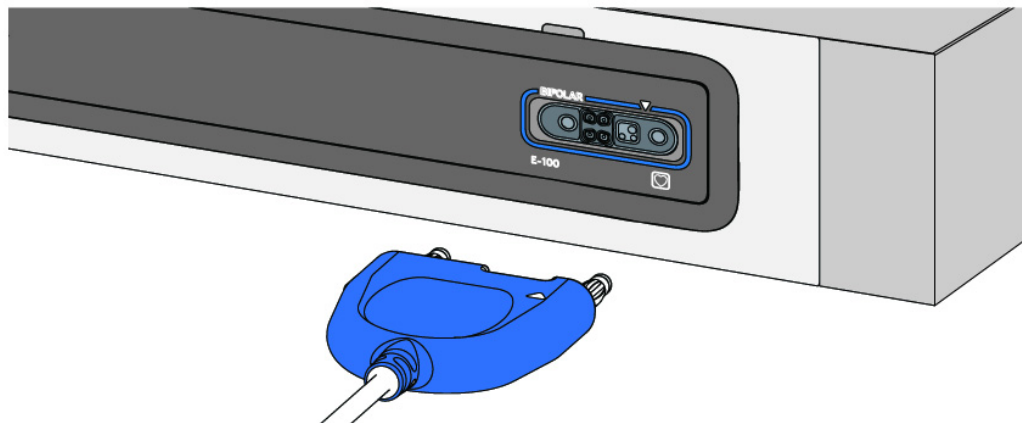

Figura 2.1 Orientar o conector do instrumento
1. Oriente o conector do cabo do instrumento de forma que o rebaixo largo do conector e a seta moldada fiquem voltados para cima (Figura 2.1).